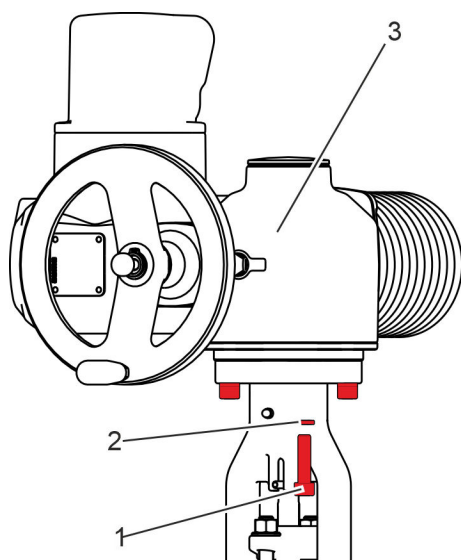

Abb. 37: Schrauben entfernen
2. ➔ Befestigungsschrauben (Abb. 37/1) des elektrischen Antriebs (Abb. 37/3) lösen und samt Scheiben (Abb. 37/2) entfernen.
3. ➔ Elektrischen Antrieb (Abb. 37/3) abnehmen und außerhalb des Arbeitsbereichs lagern.